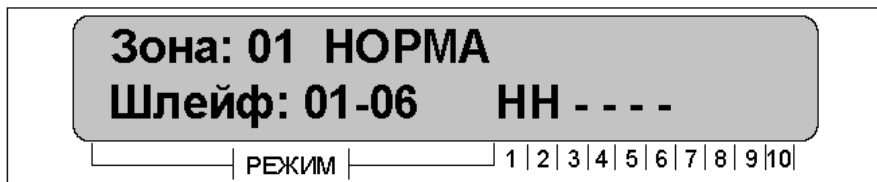

Рисунок 10
- подтвердить выбор зоны клавишей «#», рисунок 10;